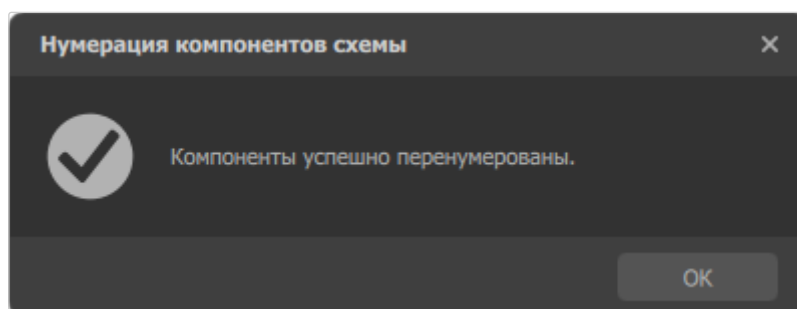

Рисунок 75. Диалоговое окно подтверждения перенумерации компонентов
- 2) В диалоговом окне, подтверждающем перенумерацию компонентов, нажать на кнопку ОК (см. рисунок 75).